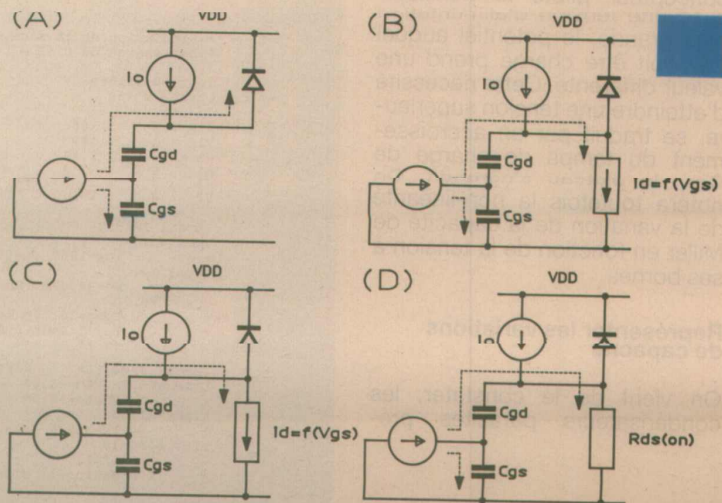

Figure 9
- $t = 0$: l'interrupteur s'ouvre et la tension grille-source commence à monter de façon linéaire. Nous rappelons que la tension aux bornes d'une capacité chargée à courant constant s'exprime linéairement en fonction du temps t par : $V = i.t/C$. Le courant circule dans la grille et charge C_{gs} ainsi que C_{gd} via la diode de roue libre, alors conductrice (figure 9 a). Attention, dans ce cas particulier, la présence de D à l'état passant entraîne la contribution de C_{gd} à la capacité d'entrée. Sur une charge classique, seule C_{gs} se charge. C_2 n'influence quasiment pas l'entrée, puisque C_4 possède une faible valeur.
- $t = t_1$: la tension V_{gs} atteint le seuil de déclenchement (V_{th}) du semi-conducteur. A ce moment, le courant commence à circuler dans le MOS (figure 9 b) et de t_1 à t_2 , l'intensité de drain augmente proportionnellement à la tension de grille. Durant tout ce temps, le courant traversant C_{gd} reste faible et peut être négligé. En effet, l'une de ses armatures reste fixe à V_{DD} tandis que l'autre supporte la tension de grille qui varie linéairement (dV/dt faible).
- $t = t_2$: le courant de drain atteint $I_{Géné}$ et la diode D se bloque. L'intensité I_d reste constante à la valeur imposée par la source de courant alors que V_{ds} commence à chuter. A ce moment, sa pente dépend de la capacité grille-drain et non plus grille-source. Pendant cette période, tout le courant de grille charge ce condensateur C_{gd} (figure 9 c) et l'on observe un plateau sur la tension V_{gs} . La pente de V_{gs} est alors rigoureusement nulle, puisque le courant de drain est constant, aucune variation de la tension grille-source n'est nécessaire. En réalité, sur des charges de natures différentes, l'augmentation de capacité d'entrée entraîne un ralentissement de la montée de tension et la pente devient alors faible. Il s'agit de l'effet MILLER qui, répercuté sur l'entrée, s'écrit : $C_{in} = C_{gs} + C_{gd}(1 - Av)$, où $Av = dV_{ds}/dV_{gs}$.